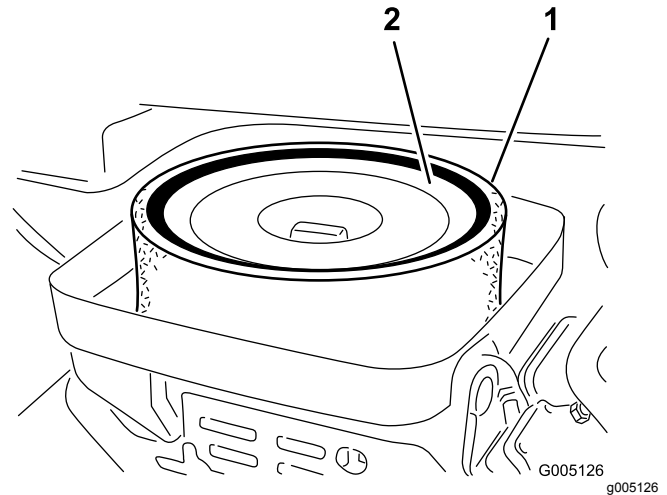

Figure 41
3. Enlevez l'écrou à oreilles qui fixe les éléments au boîtier du filtre à air (Figure 41).
4. Si l'élément en mousse est encrassé, sortez-le de l'élément en papier (Figure 41). Nettoyez-le soigneusement comme suit :